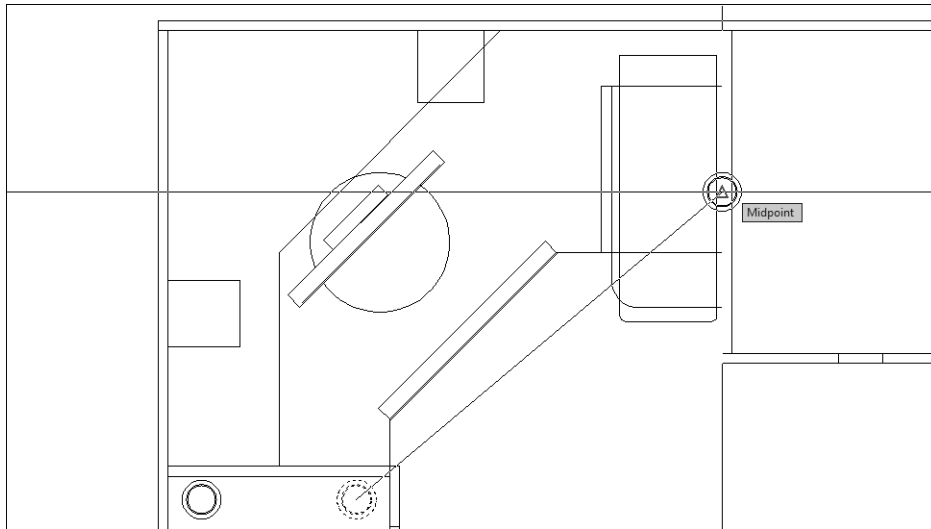

Рис. 5.33. Середина левой границы контура боковой стенки тумбы будет использоваться в качестве базовой для временного отслеживания объектной привязки
6. Переместите указатель-перекрестие и связанное с ним динамическое изображение копируемых объектов к середине левой боковой стенки большой тумбы. Когда AutoCAD распознает точку, которая находится на левой вертикальной линии соответствующего прямоугольника (рис. 5.33), щелкните для захвата ее координат в качестве базовых для отслеживания объектной привязки.